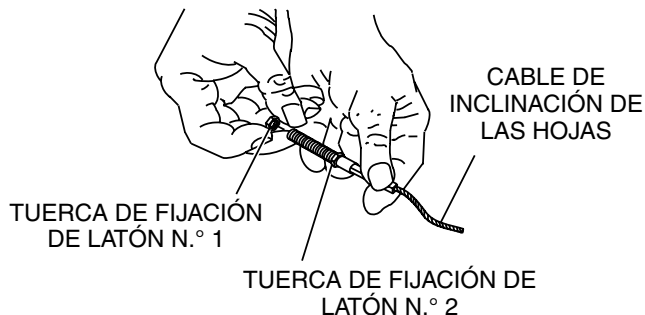

Figura 8. Cable de inclinación de las hojas
11. Quite la tuerca de fijación de latón N.º 1 del extremo del cable de inclinación de las hojas. Consulte la Figura 8.
12. Enrosque la tuerca de fijación de latón N.º 2 hacia el cable en la medida de lo posible. Consulte la Figura 8.